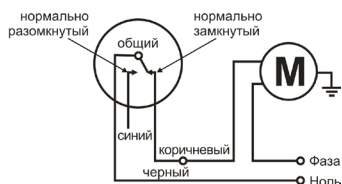

Рис. 5
- 3.1. Подключите коричневый провод поплавкового выключателя к электронасосу, а черный – к нулю, как показано на рис. 5.